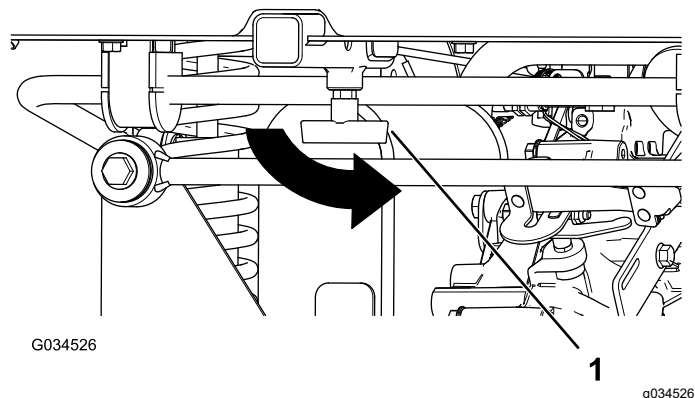

Figure 20
4. Resserrez la poignée en « T » en la tournant dans le sens antihoraire (Figure 20).